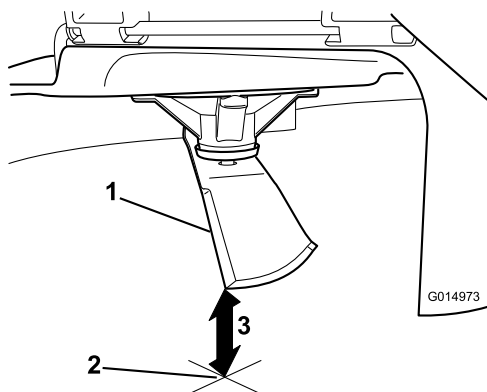

Figura 103
3. Mida desde la punta de la cuchilla hasta la superficie plana (Figura 103).